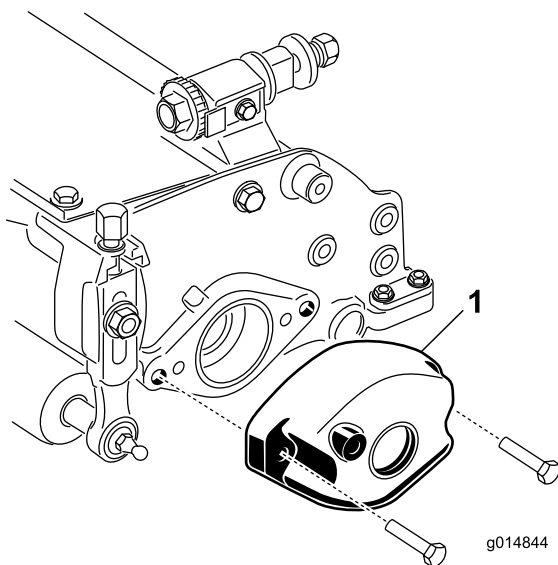

Bild 13
- A. Nehmen Sie die zwei Schrauben ab, mit denen das Gegengewicht links hinten am Mähwerk befestigt ist. Nehmen Sie das Gegengewicht ab (Bild 13).